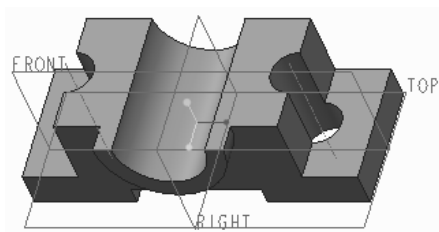

图 3-16 完成的底座效果
- 8 在“拉伸”选项卡中单击“完成”按钮, 完成的底座效果如图 3-16 所示。